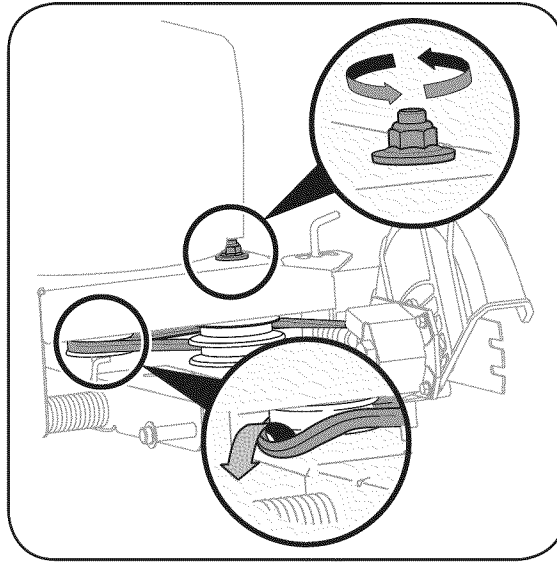

Figura 10
1. Trabajando delante de la bordeadora, afloje la tuerca de seguridad con reborde que se encuentra en la parte superior del marco, permitiendo que el montaje de la polea loca gire levemente para salir del marco. Vea la Figura 10.
IMPORTANTE: Para ayudar en el nuevo ensamblaje, advierta la orientación de la correa de transmisión sobre las dos poleas locas y la polea del volante del motor antes de realizar los siguientes pasos. Consulte la Figura 10.